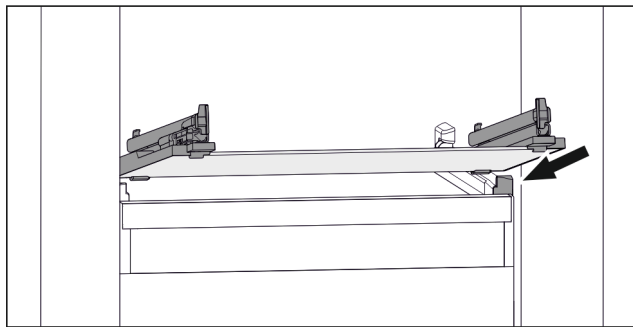

Fig. 73 Príklad zobrazenia sklenenej dosky
- Nasadte sklenenú dosku šikmo za zádržkami. (pozri Fig. 73)